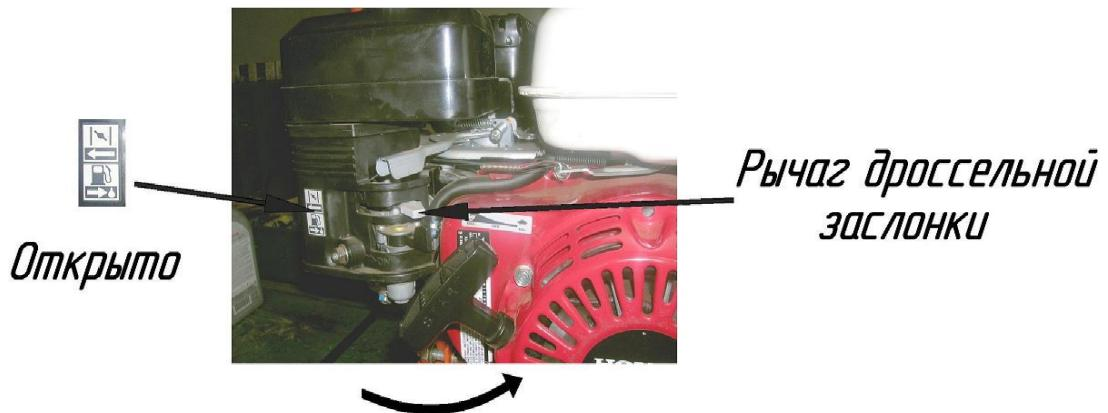

Рисунок 9. Открытие дроссельной заслонки
- После запуска дайте двигателю поработать 1-3 минуты на холостых оборотах, обращая внимание на характер работы двигателя – работает ли он стablyно и плавно, и нет ли каких-либо посторонних шумов; после этого следует перевести воздушную заслонку карбюратора в максимальное положение (полностью открыть) и отрегулировать положение дроссельной заслонки (рисунок 9);